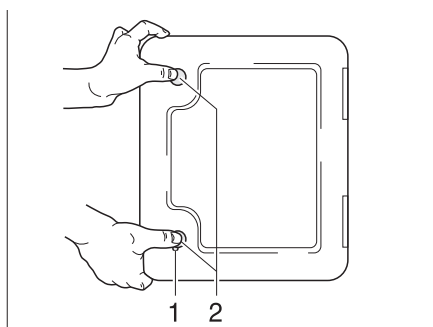

Bild 140 Lucka för Thetford-kassetten
Luckan till Thetford-kassetten (Bild 140) är placerad på fordonets utsida.
- Stick in nyckeln i låscylindern i trycklåsets (Bild 140,1) och vrid den ett kvarts varv medurs.
- Tryck samtidigt in de två trycklåsen (Bild 140,2) med tummarna och öppna luckan för Thetford-kassetten.